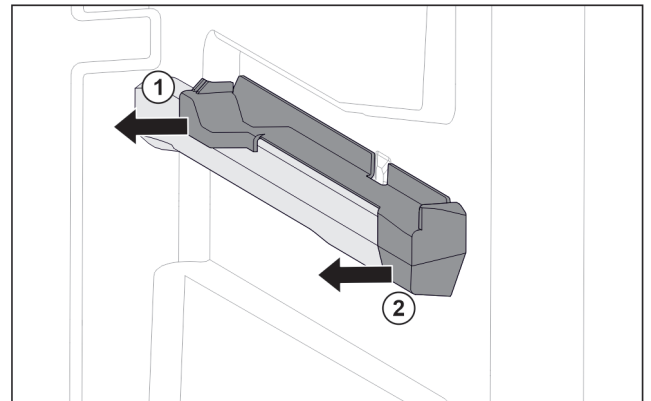

Fig. 149 Aufsteckteil auf der rechten Behälterrippe
- ▶ Aufsteckteil hinten zur Seite abziehen. Fig. 149 (1)
- ▶ Aufsteckteil vorne zur Seite abziehen. Fig. 149 (2)